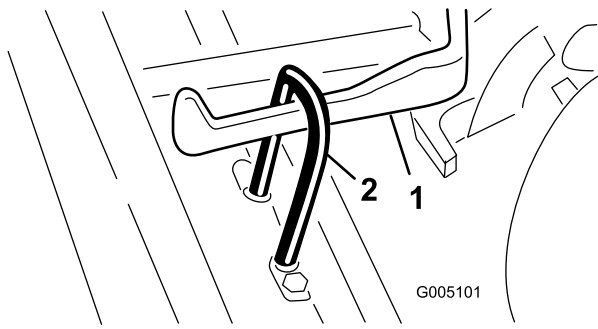

Bild 7
2. Schieben Sie die Schneideinheit unter den Zugrahmen, während Sie den Hubhaken am Hubarm einhaken (Bild 7).